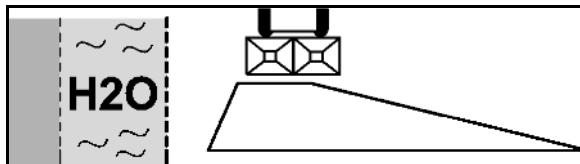

Рис. 70
3. Распределение по краям (Рис. 70):